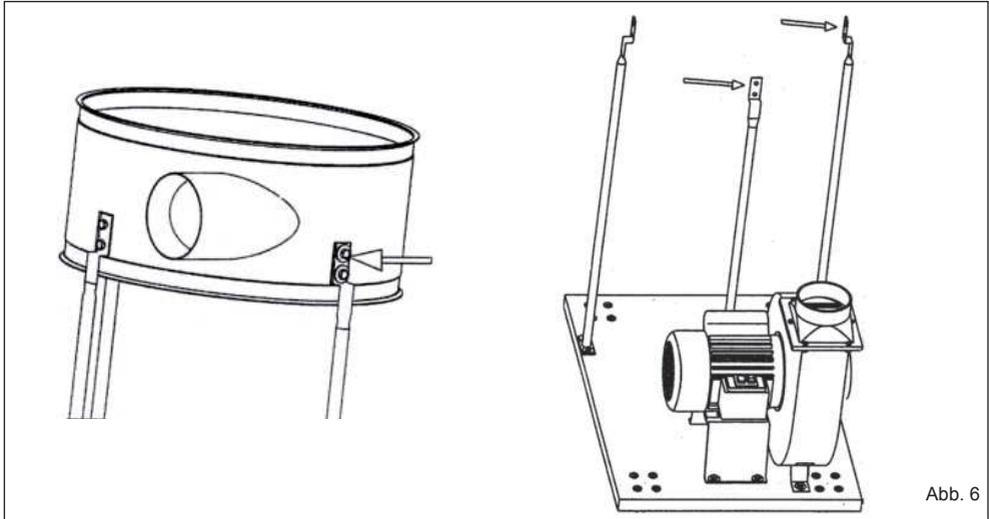

Abb. 6
5. Die Einheit Motor/Trommel, den Beutelhaltehaken und die Stützen mit den hierfür vorgesehenen Schrauben, Unterlegscheiben und Muttern befestigen (**Abb. 6**).